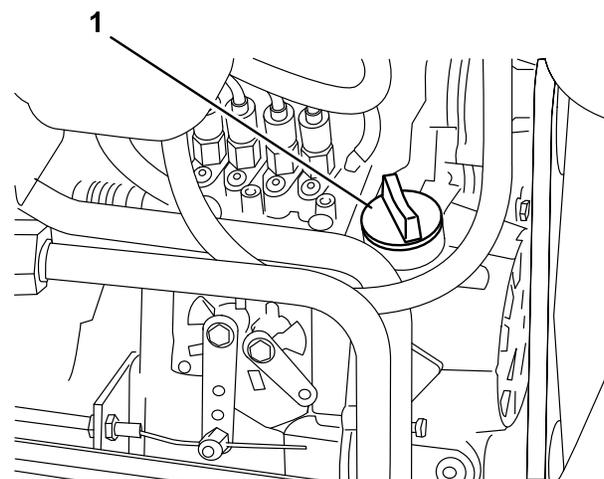

図 30
3. 不足している場合は、キャップ（図 30）を取り、Full 位置までオイルを補給する。入れすぎないこと。